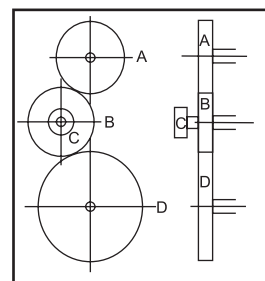

рис. 3
а) рис.3 - для нарезания резьбы шагом =0,5 мм используйте положение шестерён:
- Когда конфигурация зубчатой передачи простая, как показана на рис.3 суппорта **13** (рис.1) отвести поворотный суппорт **7** (рис.1) так, чтобы освободить два установочных болта. Ослабить